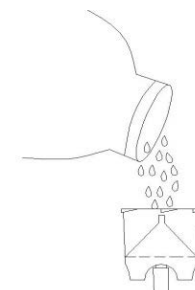

Figura 7
a) Coloque el medicamento (Figura 7) conforme la prescripción médica en el vaso micronebulizador (accesorio opcional).